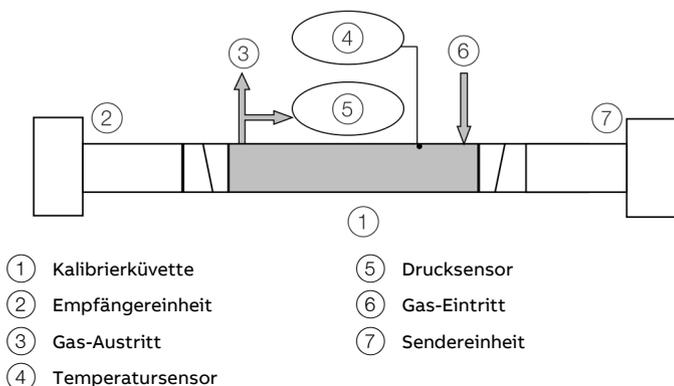

Abbildung 53: Kalibrieraufbau
2. Sender- und Empfängereinheit an die Prüfküvette anbauen, siehe **Abbildung 53**.